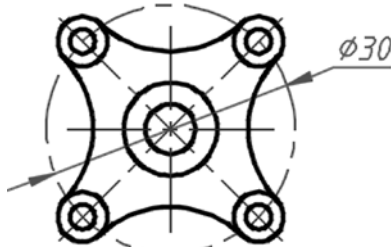

图 4-44 缩放结果（缩小到 0.5）
⑤ 在“指定比例因子或 [复制(C)/参照(R)]:”提示下输入比例因子为“0.5”，按〈Enter〉键确认，缩放结果如图 4-44 所示，从图中可以看出原构造线的直径为 60，缩放到 1/2 时该构造线的直径变为 30。